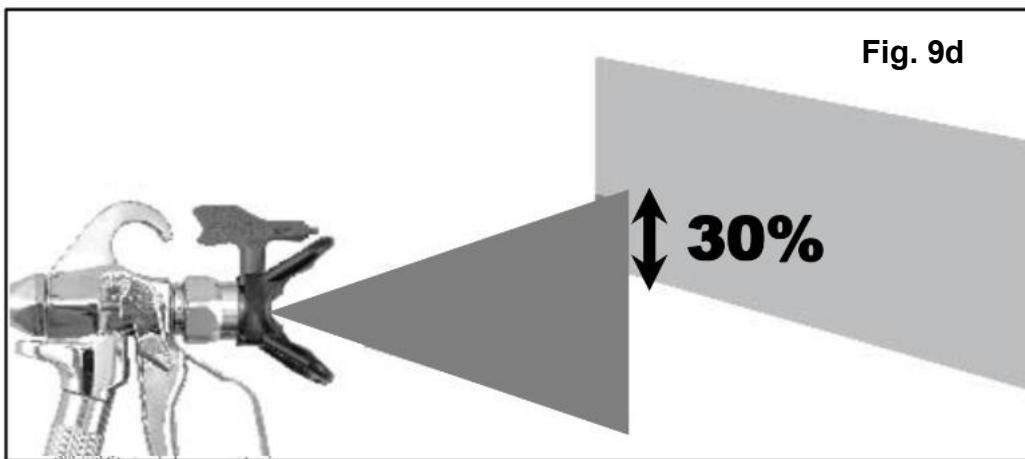

Fig. 9d
4. Faites chevaucher vos mouvements de 30% pour assurer une couverture uniforme (Fig.9d).